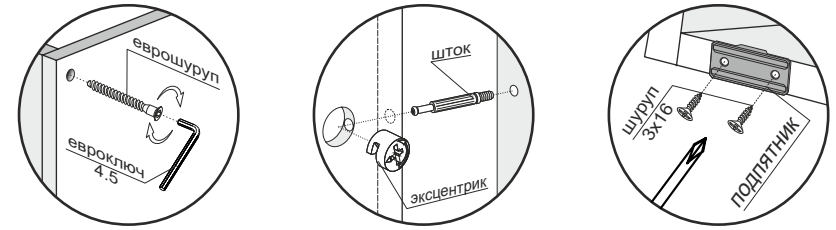

Рис.1
1. Шурупами 3x16 прикрутить подпятники к боковинам (1,2), поперечинам (3) и щитку (4) (рис.1).
2. Соединить щиток (4), боковины (1,2), поперечины (3) и настил (8,9), используя шканты и еврошурупы (рис.1).
3. К собранной части изделия монтировать царгу (5) с помощью шкантов и эксцентриков.
4. Перевернуть изделие на щиток (4) и, плотно прижимая к настилам, прикрутить планки (6,7) к боковинам (1,2), затем к щитку (4) и царге (5) шурупами 4x30 (рис.1).
5. Скрепить настилы (8,9) между собой соединительными пластинами и шурупами 4x16 (рис.1)
7. Соединить детали ящика (10,11) и дно (12) еврошурупами (рис.1).
8. Установить створки (13) на собранные ящики с помощью эксцентриков (рис.1).
10. К створкам (13) прикрутить ручки шурупами 4x30 (рис.1).